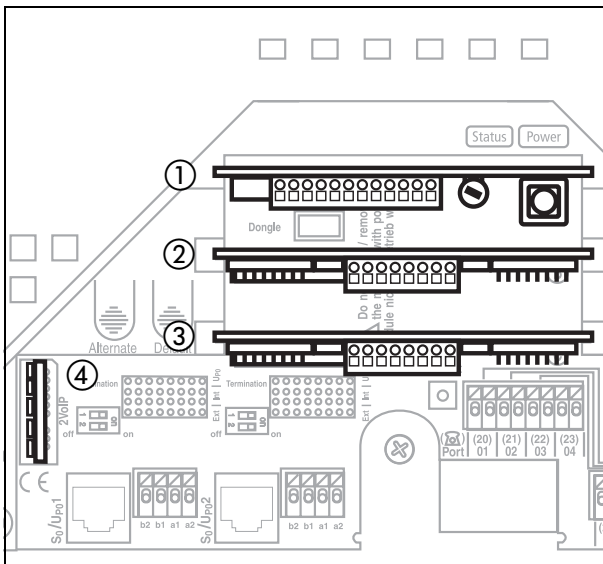

Abb. 11: Steckplätze auf der Basisplatte
1. Führen Sie das Modul zwischen den beiden Platinenführungen ein. Siehe Abb. 11 auf Seite 18.